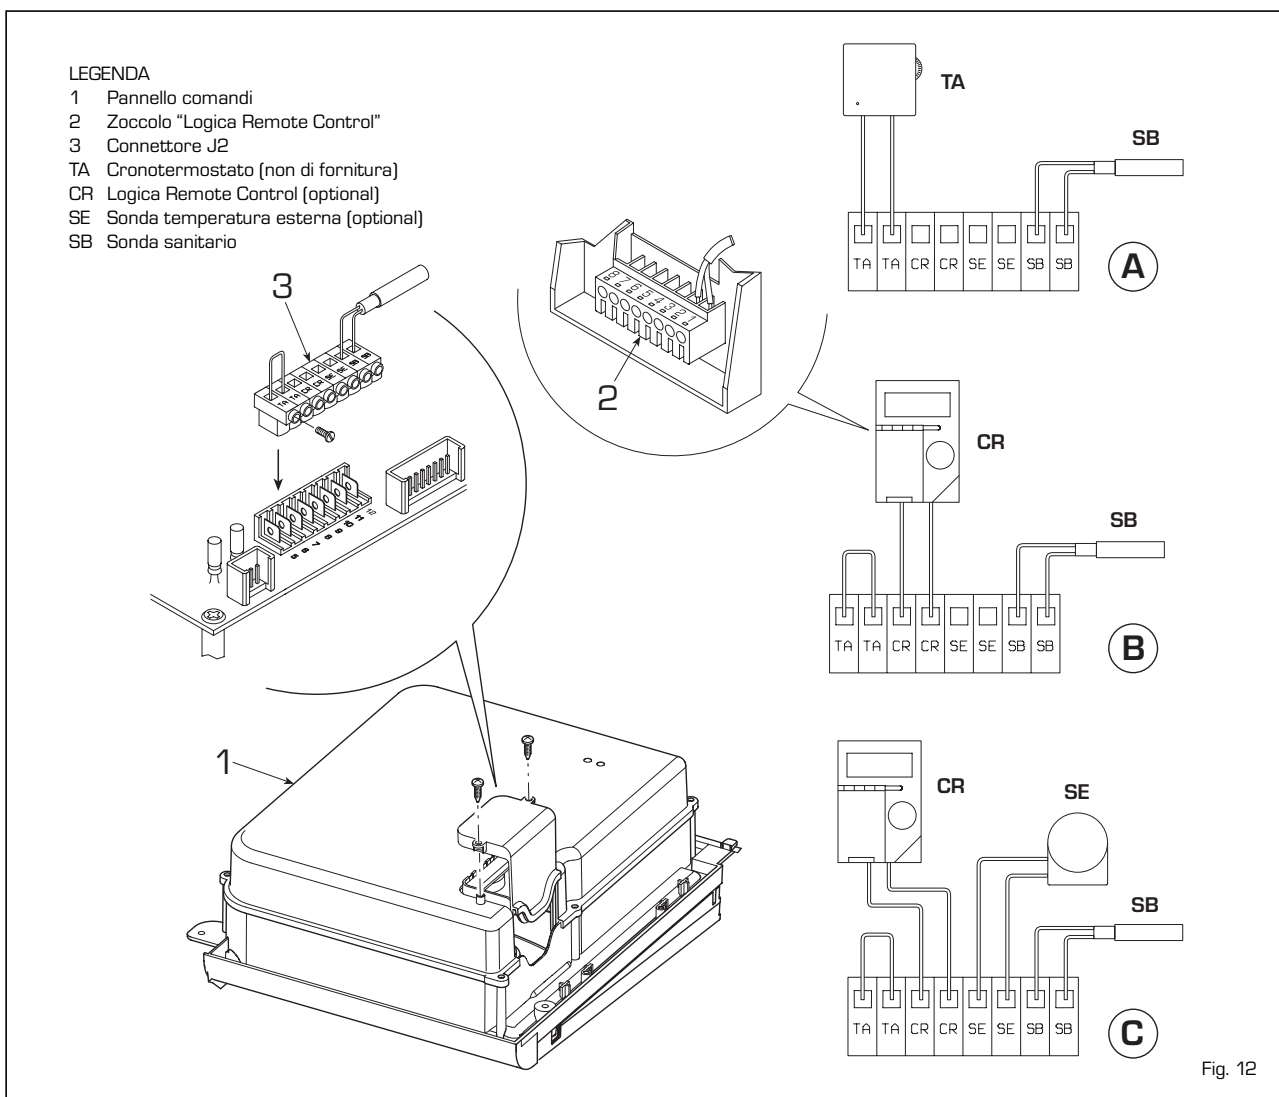

Fig. 12
2.11.1 Collegamento cronotermostato (fig. 12 pos. A)
2.11.2 Collegamento "Logica Remote Control" (fig. 12 pos. B)
2.11.3 Collegamento sonda temperatura esterna (fig. 12 pos. C)